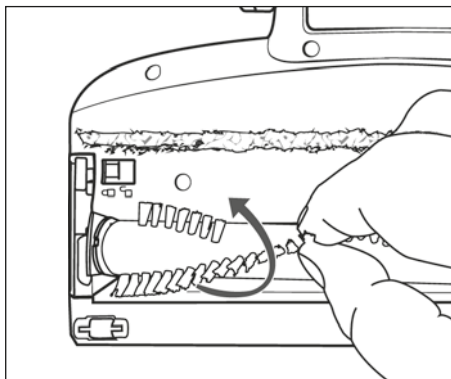

Fig. 27
- 3) Puxe o rolo de escova **21** pelas cerdas, para o retirar da escova para chão **22**. Para tal, rode ligeiramente o rolo de escova **21**, para facilitar a sua remoção (ver fig. 27).